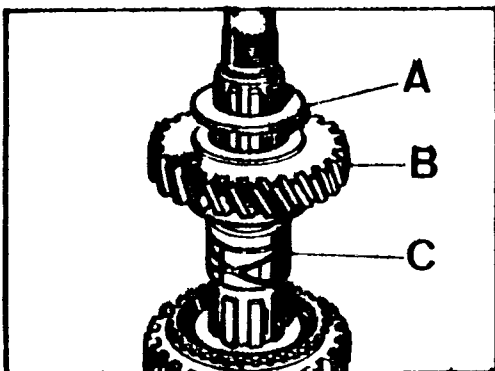

Fig. C-96 Extremo trasero del eje principal
- 1.1.1. Por el extremo trasero del eje principal, retirar la arandela de empuje, A (Fig. C-96), el engranaje de primera, B, y el casquillo, C, del engranaje.